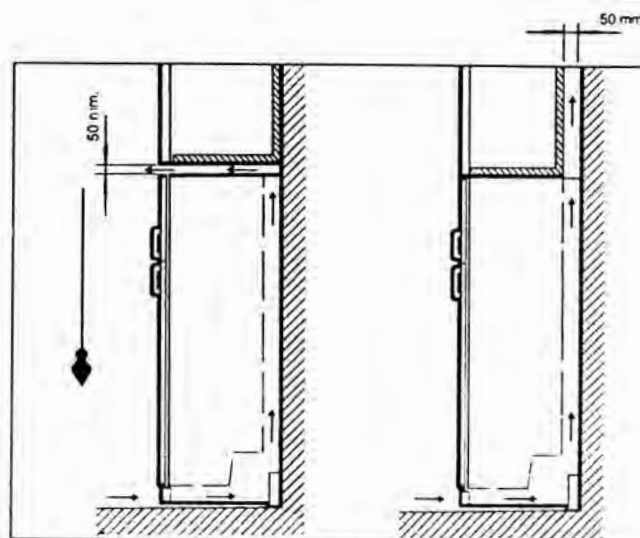

Рис. 1
- Вокруг прибора должна быть обеспечена необходимая вентиляция (см. рис.1)